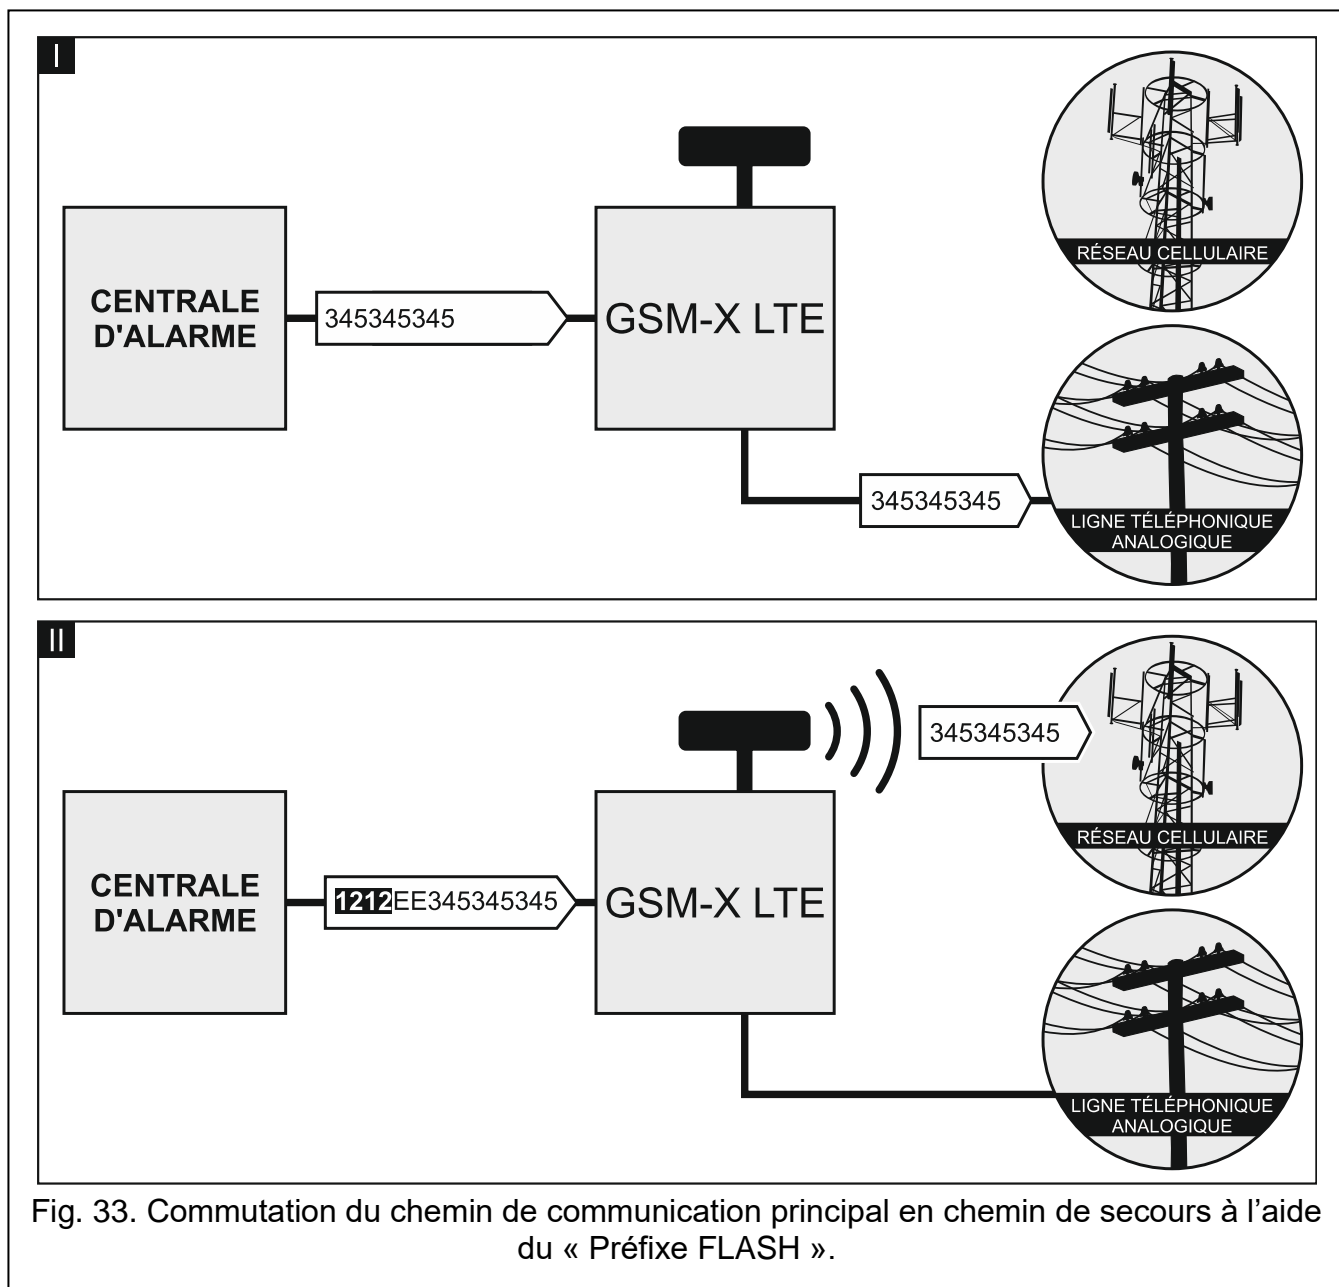

Fig. 33. Commutation du chemin de communication principal en chemin de secours à l'aide du « Préfixe FLASH ».
**Préfixe FLASH** – une chaîne de 16 chiffres au maximum pour commuter du chemin de communication principal en chemin de secours. Pour définir le chemin de communication principal, utilisez l'option « GSM comme ligne téléphonique principale ». Dans l'exemple illustré sur la figure 33, la ligne téléphonique analogique est utilisée comme chemin de communication principal. Si le numéro de téléphone que la centrale appelle est précédé d'un préfixe (une chaîne de chiffres sur fond noir – fig. 33-II), le chemin de secours, c'est-à-dire le téléphone mobile, sera utilisé. Dans la centrale, vous devez programmer deux pauses après le préfixe, avant les numéros de téléphone, en entrant deux caractères E ou F.